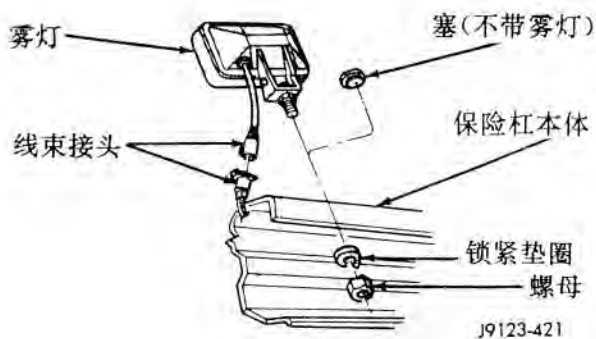

图 10 雾灯
(12) 从保险杠本体上拆下雾灯 (图 10)。
(7) 将雾灯装到保险杠本体上 (图 10)。拧紧螺母。